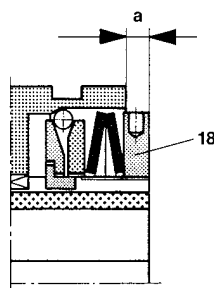

Fig. 12
1. Dévisser la vis sans tête (19).
3. Visser l'écrou (18) jusqu'à l'obtention de la cote „a“, voir fig. 12.
4. Corriger si nécessaire la position de l'écrou de manière à ce que la vis sans tête (19) puisse être vissée dans une des 4 rainures du moyeu.
5. Serrer la vis sans tête (19) dans la rainure du moyeu.